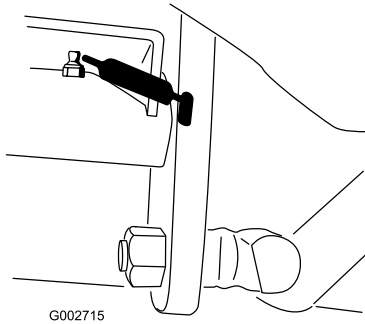

Figura 21
- perno del pedale della trazione (1) (Figura 21)